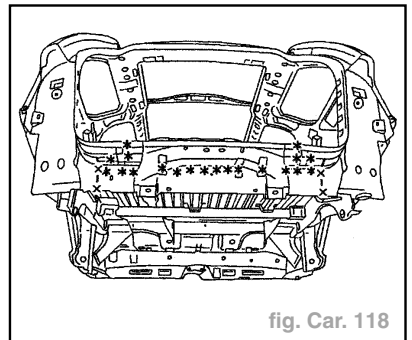

fig. Car. 118
- Dégraffer les points à l'aide d'une fraise de  $\varnothing = 8 \text{ mm}$  (fig. Car. 118).
- Souder par cordons successifs au MAG (fig. Car. 118).